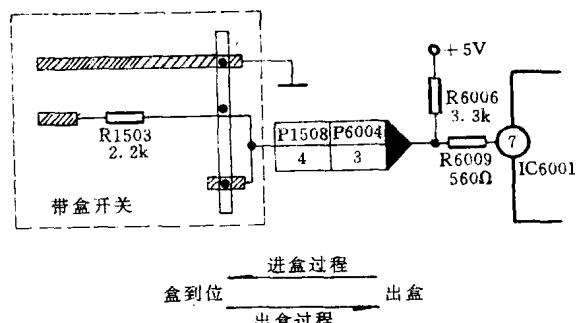

图 2
2. 在 J27 录象机上还有一个带盒位置开关,它装在带仓右侧,实物为一黑色长方体,为滑动式开关。它的作用是表达带盒的两个位置(出盒、盒到位)和从出盒→盒到位的过程,其原理图如图 2 所示。